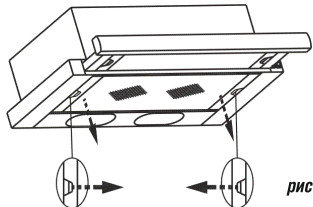

рис. 6
- снимите алюминиевый фильтр, для этого нажмите на пружинный замок на фильтре и потяните его вниз и на себя (рис. 6);